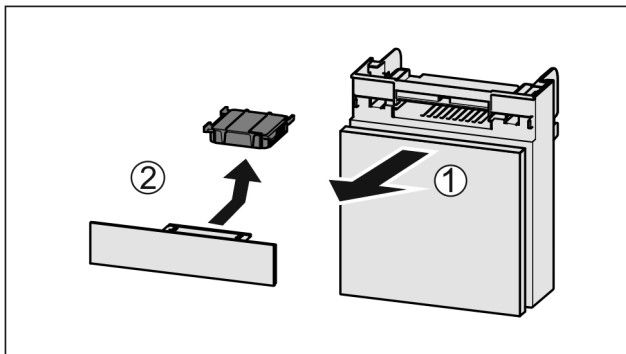

Fig. 134
- ▶ Extraire le compartiment par l'avant Fig. 134 (1).
- ▶ Sortir le filtre à charbon actif Fig. 134 (2).